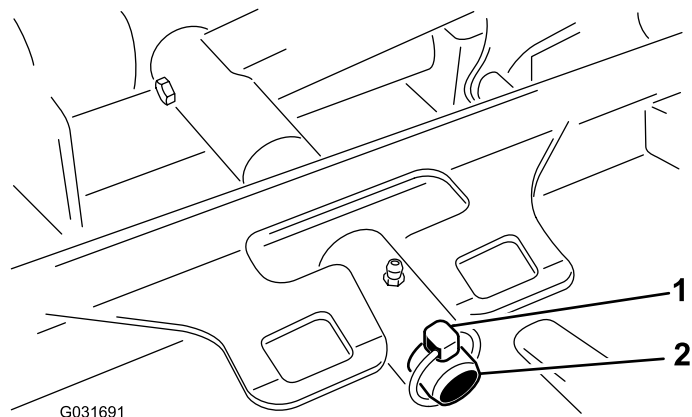

Bild 72
3. Entfernen Sie den Klappstecker, mit dem der Trägerschassis des Mähwerks am Lagerbolzen des Hubarms befestigt ist (Bild 72).
3. Schieben Sie den Mähwerkträgerrahmen auf den Lagerbolzen des Hubarms und befestigen ihn mit dem Klappstecker (Bild 72).